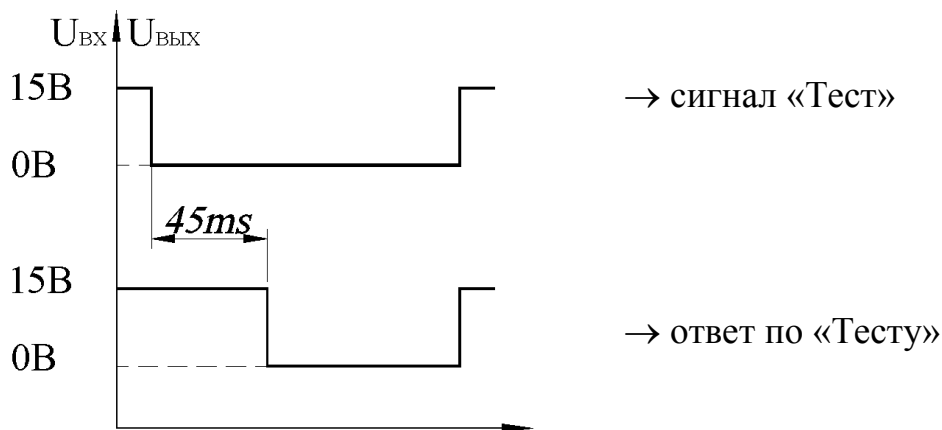

Рисунок 3 Диаграммы, поясняющие работу изделия в режиме тестирования датчиков ДКЗ
1.4.3 При приходе сигнала «тест», соответствующий открытому транзистору, в случае успешно проведенного теста датчика, формируются выходные сигналы по каждому из выходов с задержкой не более 50 мс типа «открытый коллектор» соответствующие открытому состоянию транзистора. Эти сигналы удерживаются на время до снятия сигнала «тест», которое поступает на вход блока (смотри рисунок 3). В случае отказа одного или обоих датчиков выходные сигналы по соответствующим выходам остаются в значении закрытого состояния транзисторов.